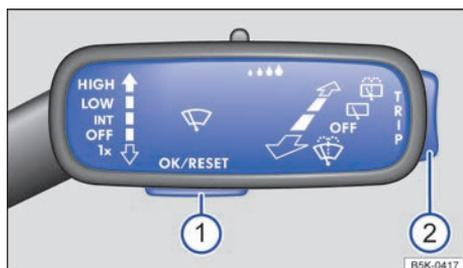

Fig. 18 En el lado derecho de la columna de dirección: teclas de la palanca del limpiacristales (representación esquemática).
Mientras haya una advertencia con prioridad 1 → pág. 19, no se podrá acceder a ningún menú. Algunas advertencias se pueden confirmar y ocultar con la tecla → **fig. 18** ①.